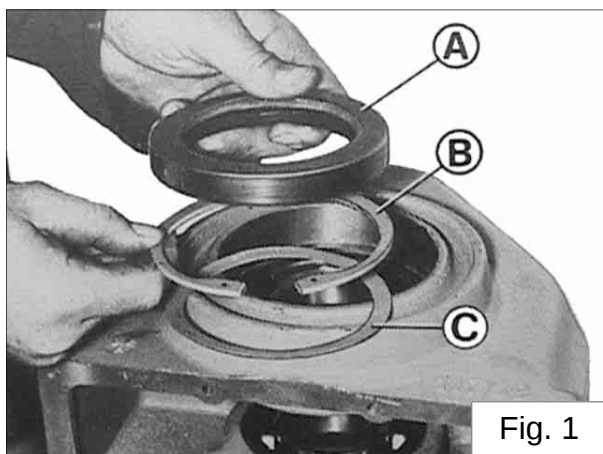

Fig. 1
- togliere l'anello paraolio **A** di fig. 1
- togliere l'anello seeger **B** di fig. 1;